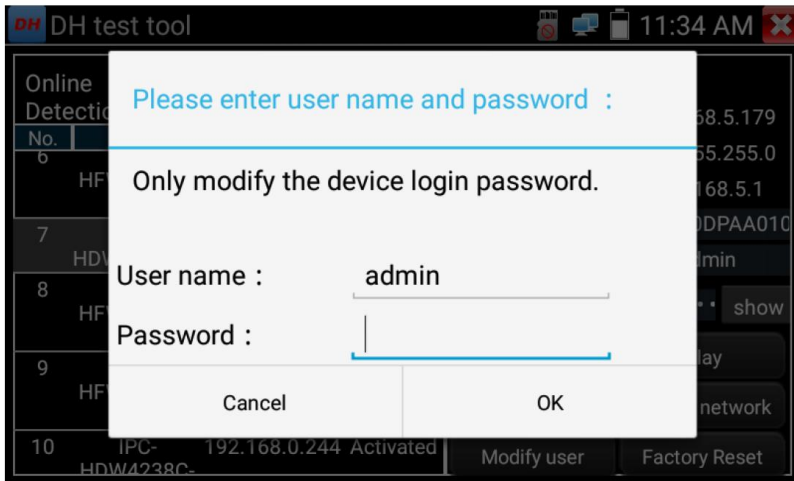

Рис. 151 Изменение имени пользователя и пароля
6. Для изменения имени пользователя и пароля используйте кнопку «Изменить пользовательскую информацию» (Modify user information). Вы можете задать новое имя пользователя и пароль для него, рис. 151